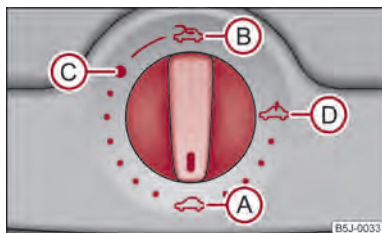

Fig. 20 Escotadura del revestimiento interior del techo: Conmutador giratorio para el techo corredizo/elevable eléctrico
El techo corredizo/elevable se maneja con el conmutador giratorio ⇒ fig. 20 y sólo funciona estando conectado el encendido. El conmutador giratorio tiene varias posiciones.
- Gire el conmutador a la posición (C) ⇒ fig. 20.
- Gire el conmutador a la posición (A) ⇒ fig. 20.
El techo corredizo/elevable está equipado con un limitador de fuerza. Si un obstáculo (p. ej., hielo) impide el cierre, el techo corredizo/elevable se parará y se abrirá completamente. Puede cerrar por completo el techo corredizo/elevable sin limitación de fuerza, pulsando el interruptor en la posición (A) ⇒ fig. 20 delantera hasta que el techo corredizo/elevable esté completamente cerrado ⇒ ⚠.
Tras cada accionamiento de emergencia (con la llave Allen) se debe colocar el techo corredizo/deflector en la posición básica. Por ello, se deberá colocar el conmutador giratorio en la posición Ⓐ ⇒ fig. 20 y presionar hacia delante durante unos 10 segundos.